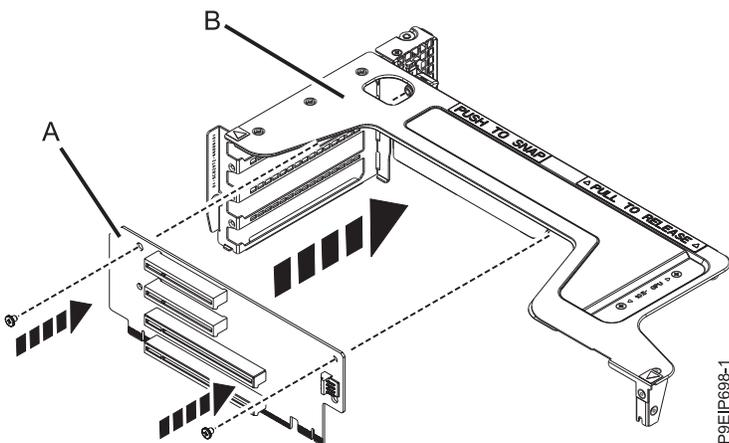

図 58. 位置 3、5、および 6 のライザー・カードの再取り付け
5. 位置 3、5、および 6 のライザー・カードの再取り付けが必要な場合、ライザー・カードをライザー・サポートに再取り付けします。ライザー・カードをライザー・サポートに固定する 2 本のねじを再取り付けします (図 58 を参照)。